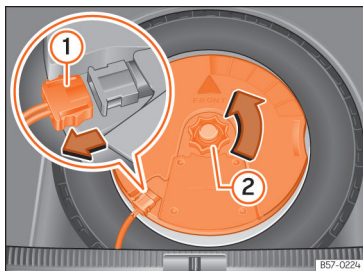

Fig. 242 En el maletero: desmontar el subwoofer.
- Desconecte el cable del altavoz subwoofer >>> **fig. 242 ①.**
- Gire la ruedecilla de fijación en sentido contrario a las agujas del reloj >>> **fig. 242 ②.**